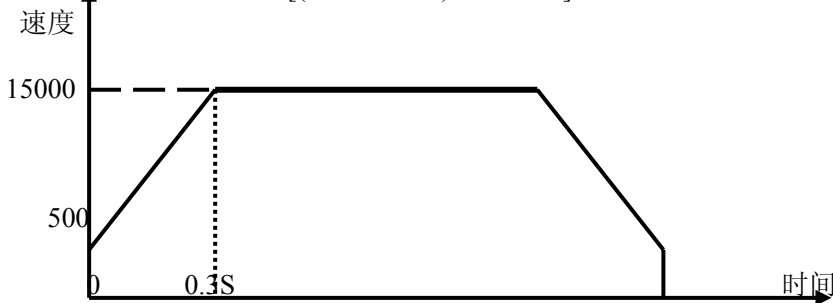

图 2.2.3 定长脉冲驱动模式
- 如图 2.2.3,从实际初始速度 500 PPS 加速至 15 000 PPS，时间为 0.3 S (秒)